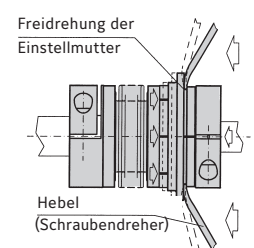

Bild 3b
Die R+W-Sicherheitskupplung kann an 6 Punkten innerhalb einer Umdrehung mit geringer Eindrückkraft E (Tabelle 2) wieder eingerastet werden. Die Markierungen der Einrastposition (13) auf der R+W-Sicherheitskupplung müssen übereinander stehen. Ab Serie 60 kann das Einrasten auch mit 2x Hebeln, die an einer Eindrehung der Einstellmutter abgestützt werden, erfolgen. Als Hebel können auch 2x Schraubendreher verwendet werden (Bild 3b).